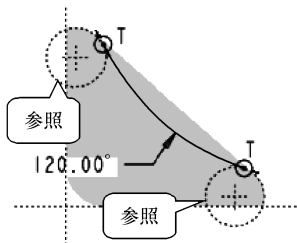
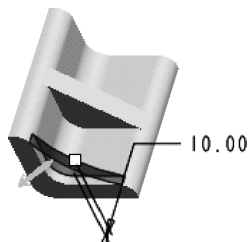

图 7-59 前侧筋截面
图 7-60 前侧筋
(12) 单击【工程特征】工具栏中的【轮廓筋】按钮, 在消息区弹出【轮廓筋】操控板。
(13) 在操控板单击【参照】按钮, 弹出【参照】下滑面板。
(14) 单击【定义】按钮, 弹出【草绘】对话框, 在图形区选择立体的前侧面作为草绘平面, 默认其他放置属性, 单击【草绘】按钮进入草绘界面。
(15) 选择菜单栏中的【草绘】|【参照】选项, 弹出【参照】对话框。
(16) 选择圆弧边线作为参照, 使用相切约束草绘圆弧作为截面, 如图 7-59 所示。
(17) 完成草绘后, 单击【草绘器按钮】工具栏中的【完成】按钮回到建模界面。
(18) 在图形区单击代表添加材料方向的黄色箭头, 将添加材料的方向改为指向模型内部。
(19) 在对话框的【筋厚度】组合框中输入厚度值“10”, 按〈Enter〉键确认。
(20) 两次单击对话框中的【更改厚度方向】按钮, 设置厚度方向在“前侧面”后侧, 如图 7-60 所示。